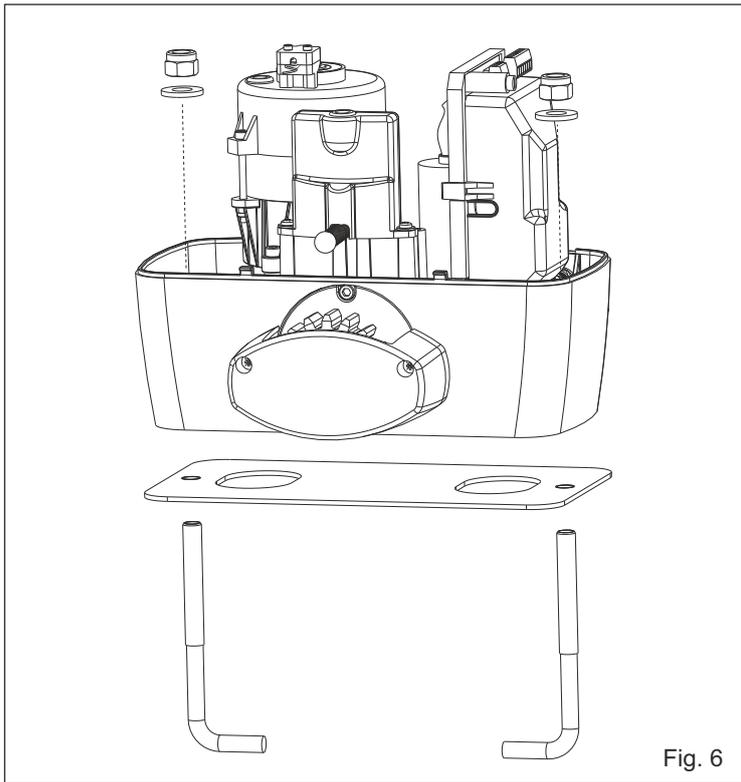

Fig. 6
**4.2.** Fijar el motoreductor a la placa de cimentación mediante los dos dados en dotacion regulando la posición lateral (Fig. 6) para respetar las medidas citadas en la figura (Fig. 3).